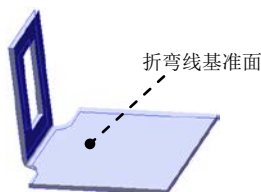

图 12.7.4 绘制的折弯 1
(4) 单击 按钮，完成基体—法兰 1 的创建。
Step3. 创建图 12.7.4 所示的钣金特征——绘制的折弯 1。
(1) 选择命令。选择下拉菜单 **插入(I)** → **钣金(B)** → **绘制的折弯(S)...** 命令（或单击“钣金”工具栏上的“绘制的折弯”按钮 ）。
(2) 定义特征的折弯线。
① 定义折弯线基准面。选取图 12.7.4 所示的模型表面作为草图基准面。